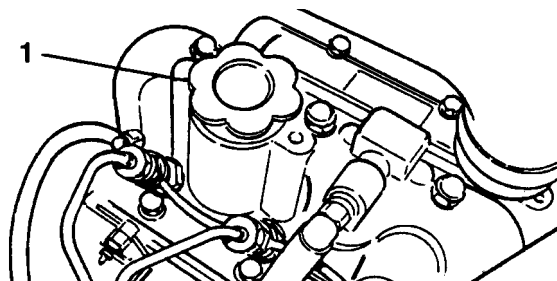

Fig. 2
3. Hvis oliestanden er lav, fjern oliepåfyldningsdækslet (Fig. 2). Hæld lidt efter lidt små mængder olie på, idet oliestanden kontrolleres hyppigt, indtil olien står op til FULD (FULL) mærket på målepinden.